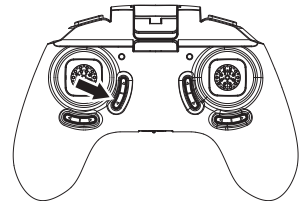

Fig. 6
- Appuyez sur le bouton d'ajustage manuel d'attitude B (8) ; le quadricoptère revient sur ses pas en suivant la direction inverse de celle qu'il avait empruntée depuis le décollage. Voir illustration Fig. 6.